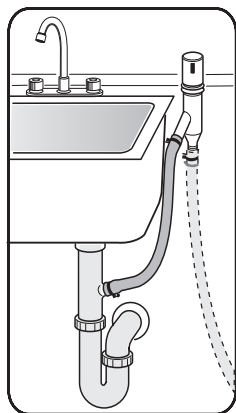

Ilustración 26
- 3 A la conexión de evacuación debajo del fregadero y a través de un dispositivo de ventilación, como muestra la **Ilustración 26**.